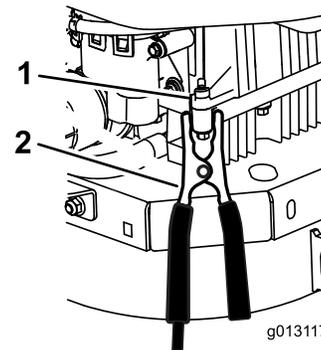

Figure 62
- Faites la dernière connexion sur le bloc moteur du véhicule en panne (PAS à la borne négative de la batterie) loin de la batterie et reculez-vous (Figure 62).**